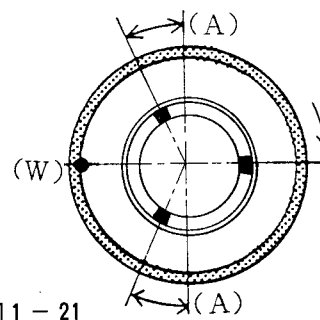

図1-20
① W側が重い場合は、2個のバランス駒を 図1-20 のように取付ける (仮締めする)。